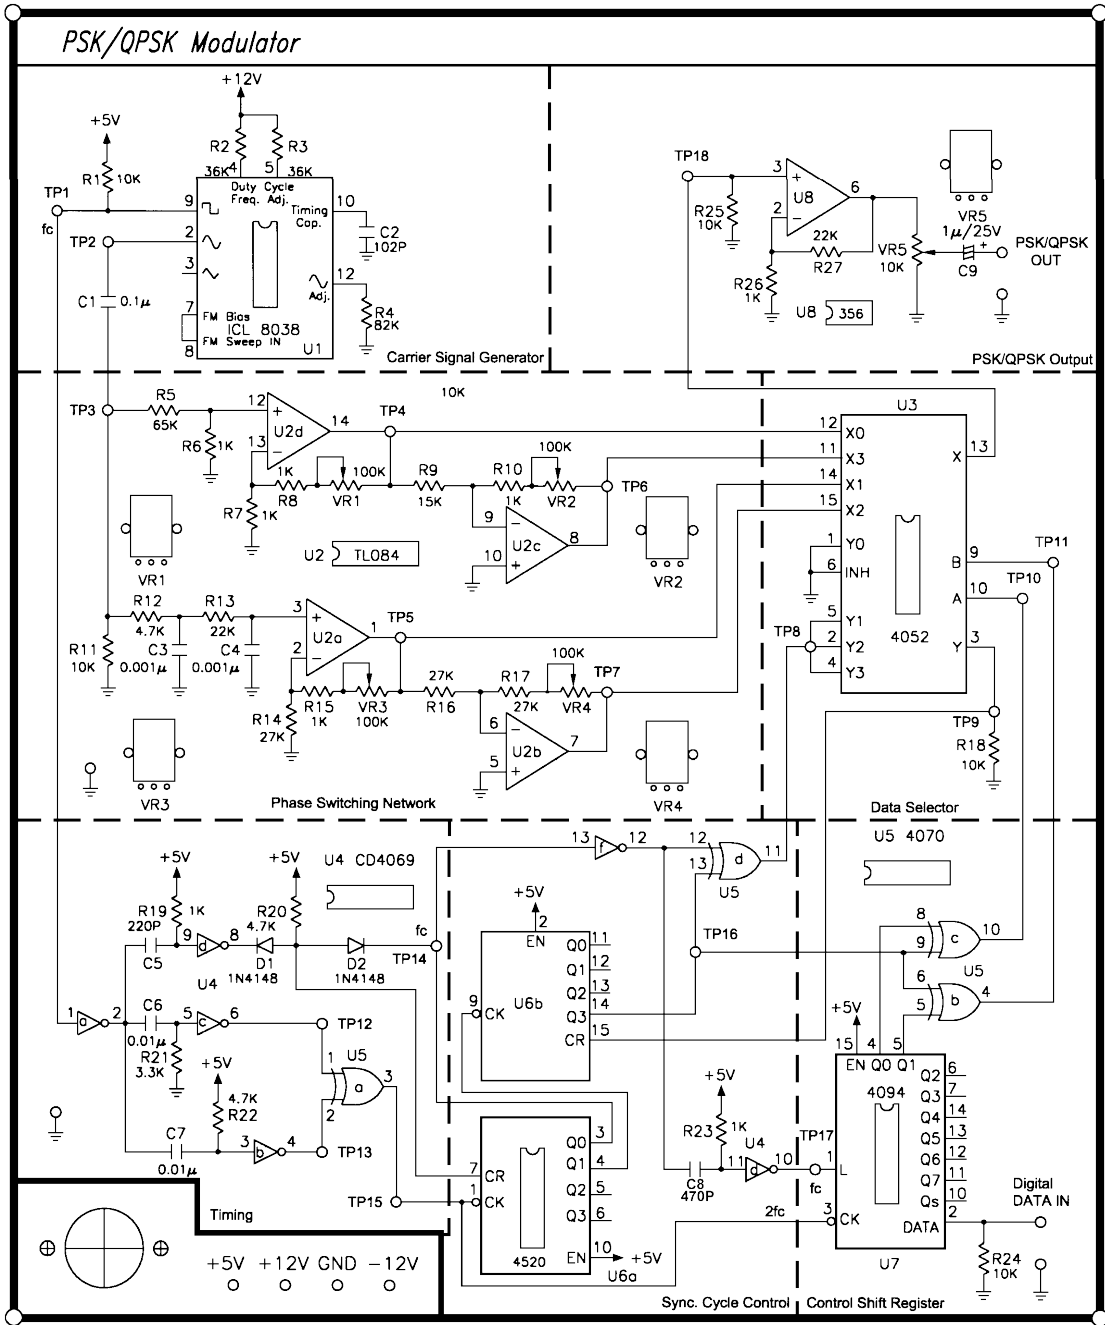

Fig. 19-9 KL-94006 modülü.
Fig. 19-9, PSK/QPSK modülatörünün şematik diyagramını göstermektedir. ICL8038, hassas dalga üreticidir. Taşıyıcı işaret üretici olarak görev görür. Sinüzoidal ve kare dalgalar üretir.
1. Fig. 19-9'da gösterilen KL-94006 PSK/QPSK modülü üzerine gerekli olan +12V, -12V ve +5V beslemelerini bağlayınız.